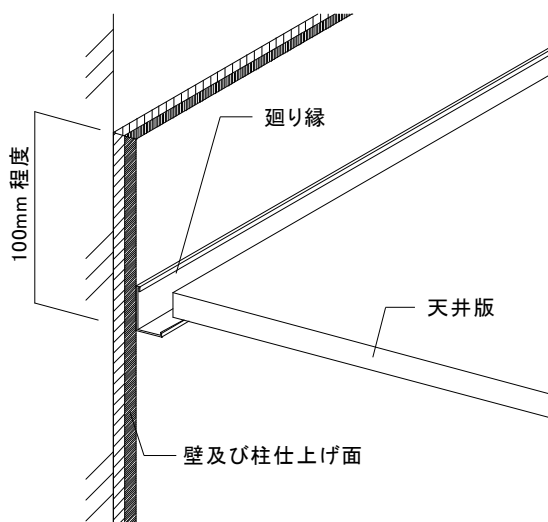

図2-2-1 壁面の仕上がり高さ
①壁面が天井仕上面より 100mm 程度上方まで仕上げてあることを確認する。(図 2-2-1 参照)